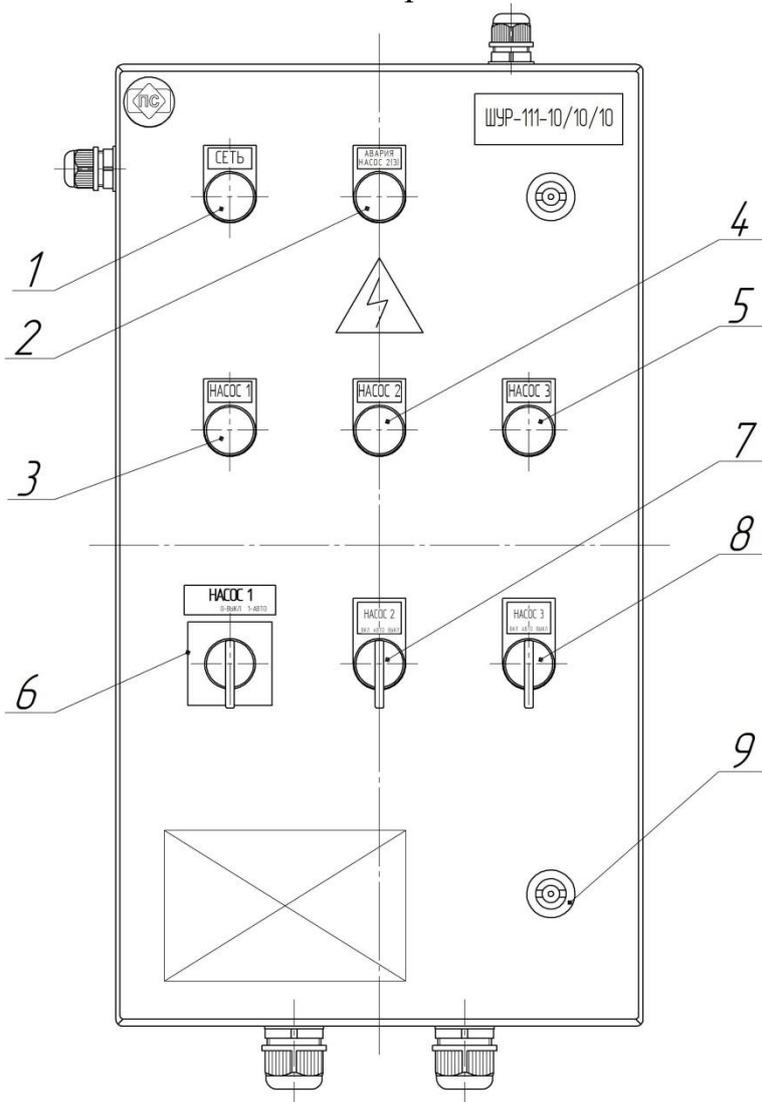

Рисунок 2. Дверца шкафа:
На дверце ШУР расположены индикаторы работы - светодиодные лампы и органы управления насосами: двух- и трех- позиционные переключатели. Двухпозиционный переключатель для управления однофазным насосом («НАСОС 1») имеет два положения: «0-ВЫКЛ» - ручное отключение насоса в аварийной ситуации, «1-АВТО» - работа в автоматическом режиме под управлением термоконтроллера ПРАМЕР-710М. Трехпозиционные переключатели управления – для внешнего управления однофазными насосами («НАСОС 2» и «НАСОС 3») подключены к логическим дискретным входам БУН и имеют три положения: «ВКЛ, АВТО, ВЫКЛ», что обеспечивает отдельное ручное управление каждым насосом (Рисунок 2). В положении «АВТО» - соответствующий однофазный насос («НАСОС 2» и «НАСОС 3») управляется в автоматическом режиме БУН.
4.10 Переключатель «НАСОС 1» (Рисунок 2, поз. 6) коммутирует цепь электропитания насоса 1.
4.12 Трехпозиционные переключатели (Рисунок 2, поз.7, 8) «НАСОС 2», «НАСОС 3» подключены к клеммам внешнего управления насосами в БУН.
5.8 Включение автоматического управления работой «НАСОСА 1» выполняется переводом переключателя «НАСОС 1» на дверце ШУР (Рисунок 2, поз. 6) в положение «1-АВТО», при включенном электропитании термоконтроллера ПРАМЕР-710М п. 5.5.
5.10 Включение автоматического режима работы «НАСОСА 2» и «НАСОСА 3» выполняется переводом соответствующего переключателя «НАСОС 2» и «НАСОС 3» на дверце ШУР (Рисунок 2, поз. 7 и 8 соответственно) в положение «АВТО», при включенном электропитании блока БУН п. 5.5.
5.13 В случае возникновения аварийных ситуаций (разгерметизация трубопровода, посторонние шумы при работе оборудования, обрыв соединительных проводов и т.д.) необходимо перевести переключатели внешнего управления работой насосов ШУР («НАСОС 1», «НАСОС 2», «НАСОС 3») (Рисунок 2) в положение «ВЫКЛ» и немедленно сообщить о ситуации обслуживающему персоналу.